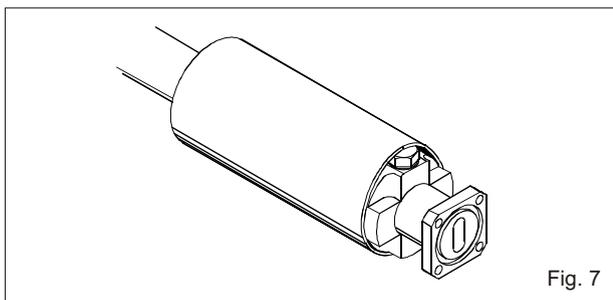

Fig. 7
Fig. 7: Mantel im Schrumpfbereich aufräumen. Armatur, Wellrohr und Mantel im Schrumpfbereich sorgfältig mit Reinigungsmittel reinigen und auf ca. 50 ° C erwärmen (Vorsicht beim Mantel). Den Schrumpfschlauch (6) so positionieren, daß der Schlauch den Gasanschluß (2) zur Hälfte abdeckt Fig. 7, fixieren und schrumpfen, dabei die Wärmequelle stetig um den Hohlleiter runderherum bewegen, (max. Schrumpftemperatur 130° C).
### Final Assembly, Fig. 7:
### Fitting of Heat-Shrinking Sleeve Fig. 7:
Remove the gas inlet. Roughen shrinking area of waveguide jacket with emery paper. Carefully clean termination head, exposed waveguide and jacket with cleaner and pre-heat to approx. 50° C (be careful with the jacket). Position the shrinking sleeve (6) over the termination so that the gasinlet is half covered, Fig. 7. Fix and shrink, while heat source is kept moving circular (max. shrinking temperature 130° C).